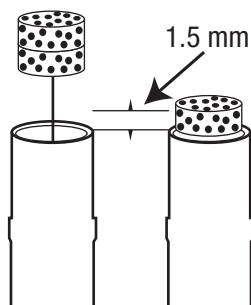

図3
4. 乾燥した清潔な手袋をした手で、新しいフィルターをチップコーンに取り付けます（図3を参照）。